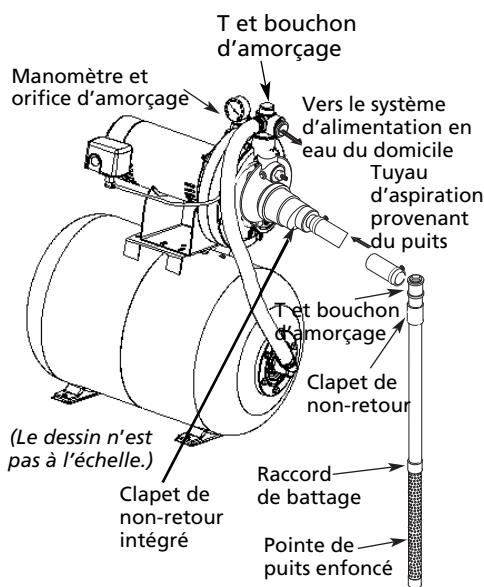

Figure 5 – Installation d'une pointe de puits enfoncé
4. Utiliser le moins possible de raccords (en particulier, de coudes) pour le raccordement de la pointe du puits à l'orifice d'aspiration de la pompe. Le diamètre du tuyau d'aspiration doit être au moins égal à celui de l'orifice d'aspiration de la pompe (inclure un clapet de non-retour – voir Figure 5). Soutenir le tuyau de manière à ce qu'il ne fléchisse pas, à ce qu'il n'applique pas de contraintes au corps de la pompe et à ce qu'il présente une pente légère vers le haut dans la direction du puits à la pompe (les points élevés peuvent former des poches d'air qui bloquent le pompage). Assurer l'étanchéité des joints du tuyau d'aspiration à l'aide de ruban au PTFE ou d'une pâte à joint à base de PTFE homologuée pour utilisation avec de la tuyauterie en PVC. Les joints doivent être étanches à l'air et à l'eau. Si le tuyau